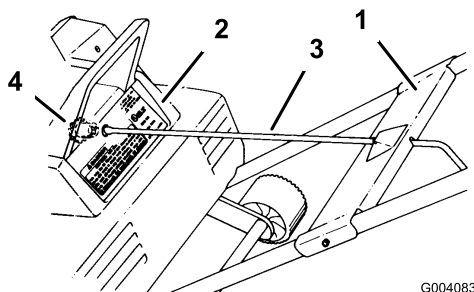
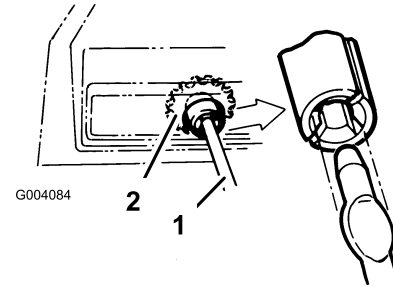

Figure 3
Figure 4
6. Placez la plaque de montage sur les tubes (Figure 3).
9. Tournez lentement la manivelle jusqu'à ce que l'extrémité plate s'engage dans le pignon, puis poussez fermement la manivelle dans le pignon jusqu'à ce qu'elle s'enclenche en position (Figure 3 et Figure 4).